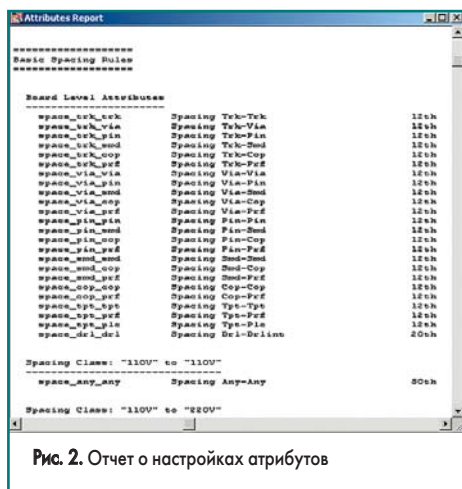

Рис. 2. Отчет о настройках атрибутов
4. Выполним команду меню Utilities/Reports/Attributes. На экране появится окно Attributes Report (рис. 2), в котором приведена следующая информация, упорядоченная в отдельные разделы: